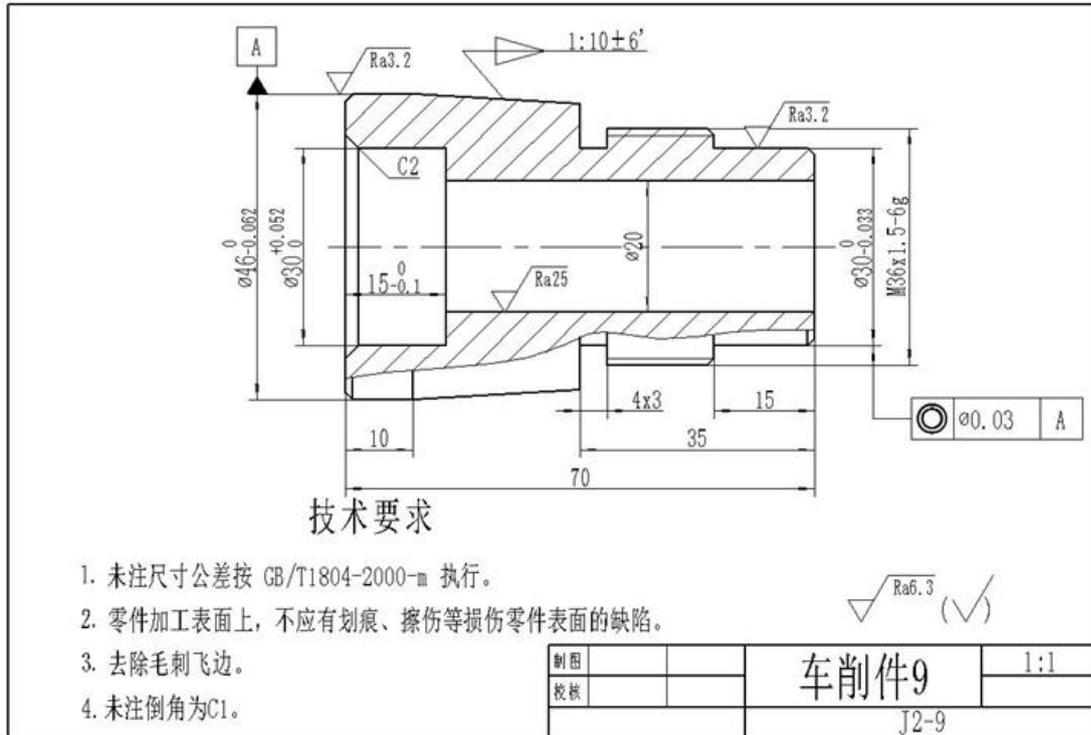

图2.9 车削件 9
(1) 任务描述：试在 CA6140 车床上加工如图 2.9 工件，所提供的工件毛坯规格： $\Phi 50\text{mm} \times 75\text{mm}$  棒料，45 钢。生产批量为中批量。最终结构要素的加工形状、公差要求以及表面质量等以图纸标注为准。